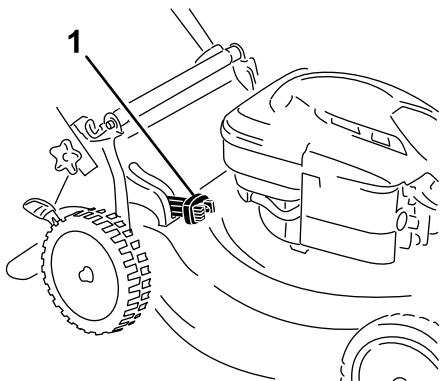

Figura 16
- **Pentru a colecta resturile de iarbă și de frunze,** apăsați butonul de pe maneta sac colectare la cerere și deplasați maneta în față până când se ridică butonul de pe manetă (Figura 16).